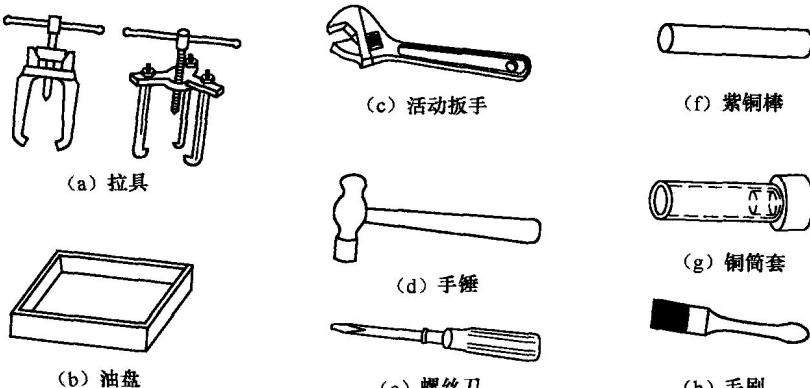

图 1.1.3 电动机拆卸常用工具
(1) 准备好拆卸场地及拆卸电动机的专用工具，如图 1.1.3 所示。